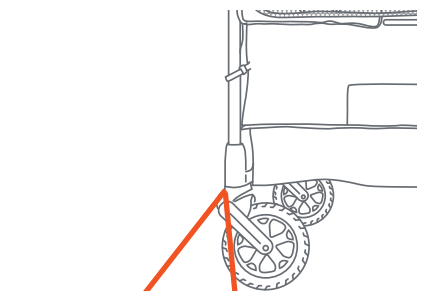
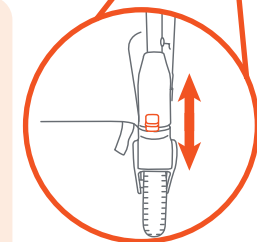

Fig. 2a
Fig. 2b
- To lock the front wheels, locate the gray lock button on the front wheel and slide it down (Fig. 2b). Slide the button back to unlock. **NOTE:** The wheels lock only when in the forward position and bench mode (Fig. 2a).
- Para bloquear las ruedas delanteras, ubique el botón de bloqueo gris en la rueda delantera y deslícelo hacia abajo (Fig. 2b). Deslice el botón hacia atrás para desbloquear. **NOTA:** Las ruedas se bloquean solo cuando está en la posición delantera y en el modo banco (Fig. 2a).